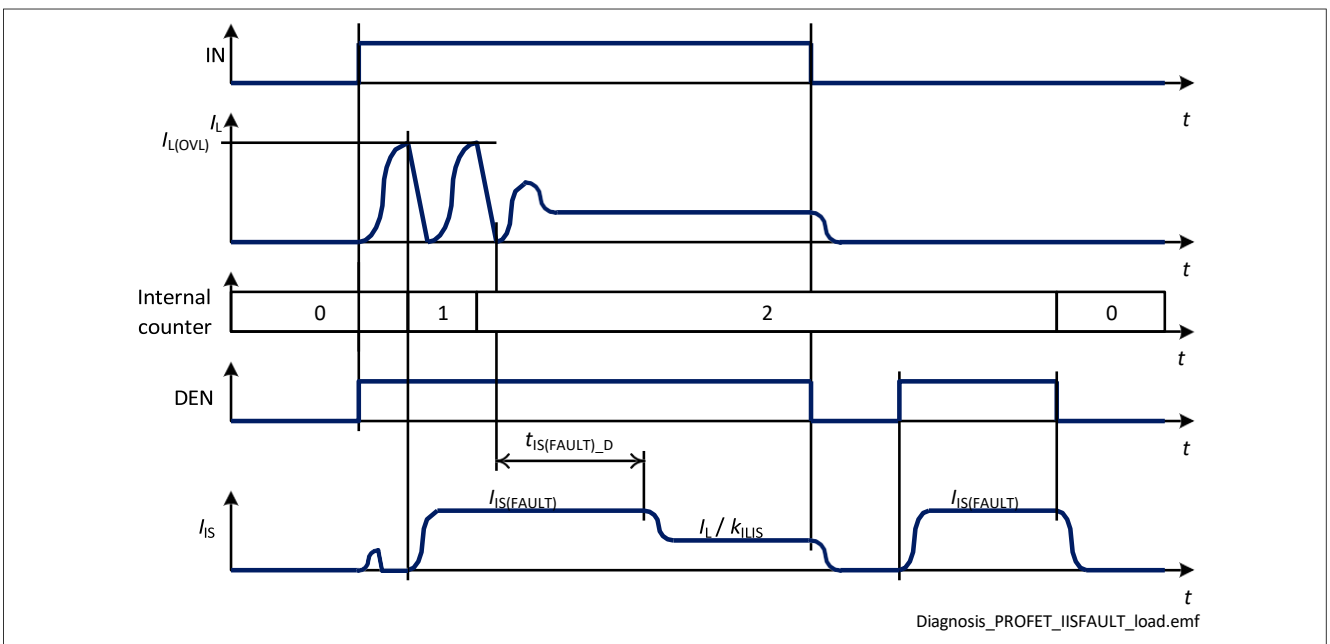

Figure 35 $I_{IS(FAULT)}$ at Load Switching
- 如果通道处于开启状态且重试次数小于“ $n_{RETRY(CR)} + n_{RETRY(CYC)} * n_{RETRY(NT)}$ ”，则在通道重启后，提供持续时间为 $t_{IS(FAULT)_D}$ 的电流 $I_{IS(FAULT)}$ ，之后 $I_{IS} = I_L / k_{ILIS}$ （如 图 35 所示）。在重试周期内（定时器 t_{RETRY} 运行时），每次检查通道诊断时都会提供电流 $I_{IS(FAULT)}$ 。
| SENSE Delay Time at Channel Switch ON after Last Fault Condition | $t_{IS(FAULT)_D}$ | – | 500 | – | μs | ¹⁾ See Figure 35 | P_9.6.1.3 |